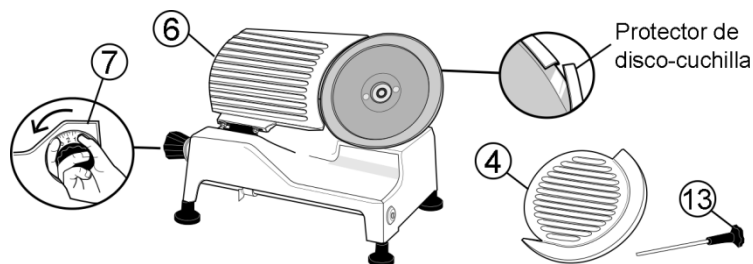

FIG 1. CÓMO QUITAR EL PROTECTOR DEL DISCO-CUCHILLA
- C. Saque el ensamble de carro. Haga lo mismo con el ensamble de la base (1) levantándolo con la ayuda de otra persona.
- E. Retire el protector plástico de la orilla de la cuchilla o disco (5) siguiendo las siguientes instrucciones (**Ver Fig. 1**):
- Gire la Perilla reguladora de corte (7) en contra de las manecillas del reloj hasta que se detenga.
- Quite el plato de protección (4) después de desatornillar la perilla del disco (13) ubicada en la parte posterior.
- Una vez que haya retirado el protector de l disco-cuchilla, vuelva a colocar el plato de protección (4) y asegúrelo con la perilla (13). Ajuste la plancha (6) con el regulador de corte (7).